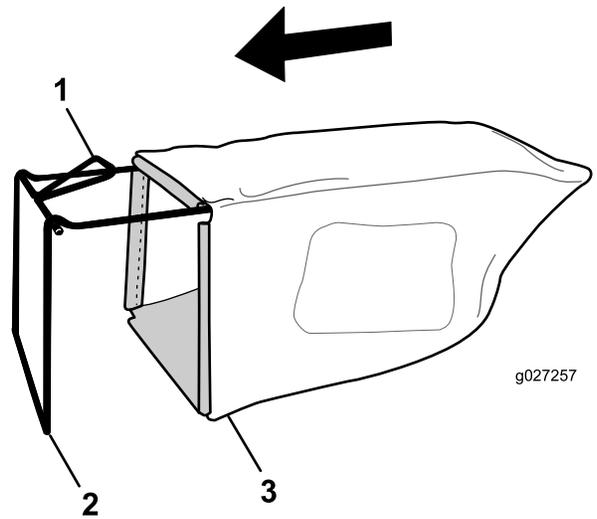

Figura 7
Nota: No coloque la bolsa sobre el manillar (Figura 7).
1. Coloque la bolsa de recogida sobre el bastidor, según se muestra en la Figura 7.